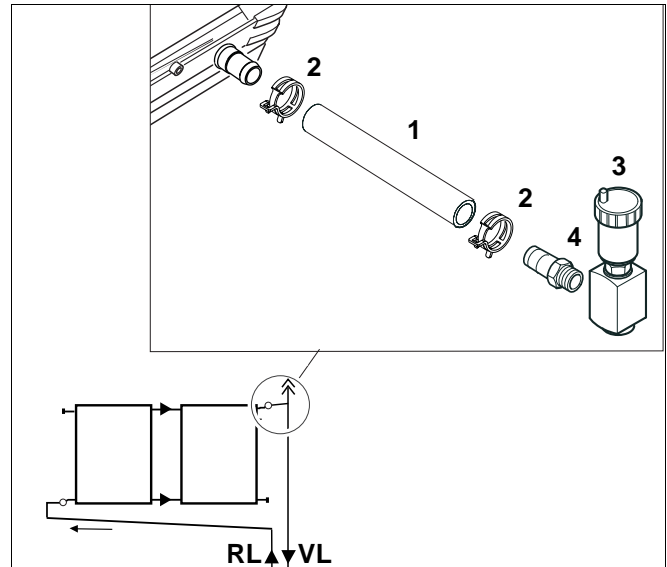

Abb. 21 Anschluss der Kollektoren
- Vorlauf: Für den Vorlaufanschluss (oberer Anschluss des hydraulisch letzten Kollektors) muss der kurze Solarschlauch mit der Federbandschelle montiert sein (Abb. 21, Pos. 1).
- Durch mitgelieferte Schlauchtülle (Abb. 21, Pos. 4) auf Rohrleitung (Rücklauf) bzw. Entlüfter (Vorlauf, Pos. 3) übergehen.